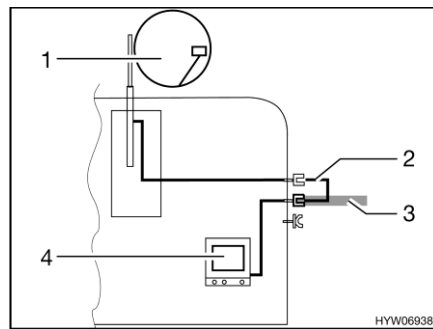

Fig. 222 TV en el vehículo
- TV en el vehículo (Fig. 222,4): Conexión a la antena del techo (Fig. 222,1) con el cable de conexión (Fig. 222,2)
- TV en el vehículo (Fig. 222,4): Conexión a antena externa (Fig. 222,3)